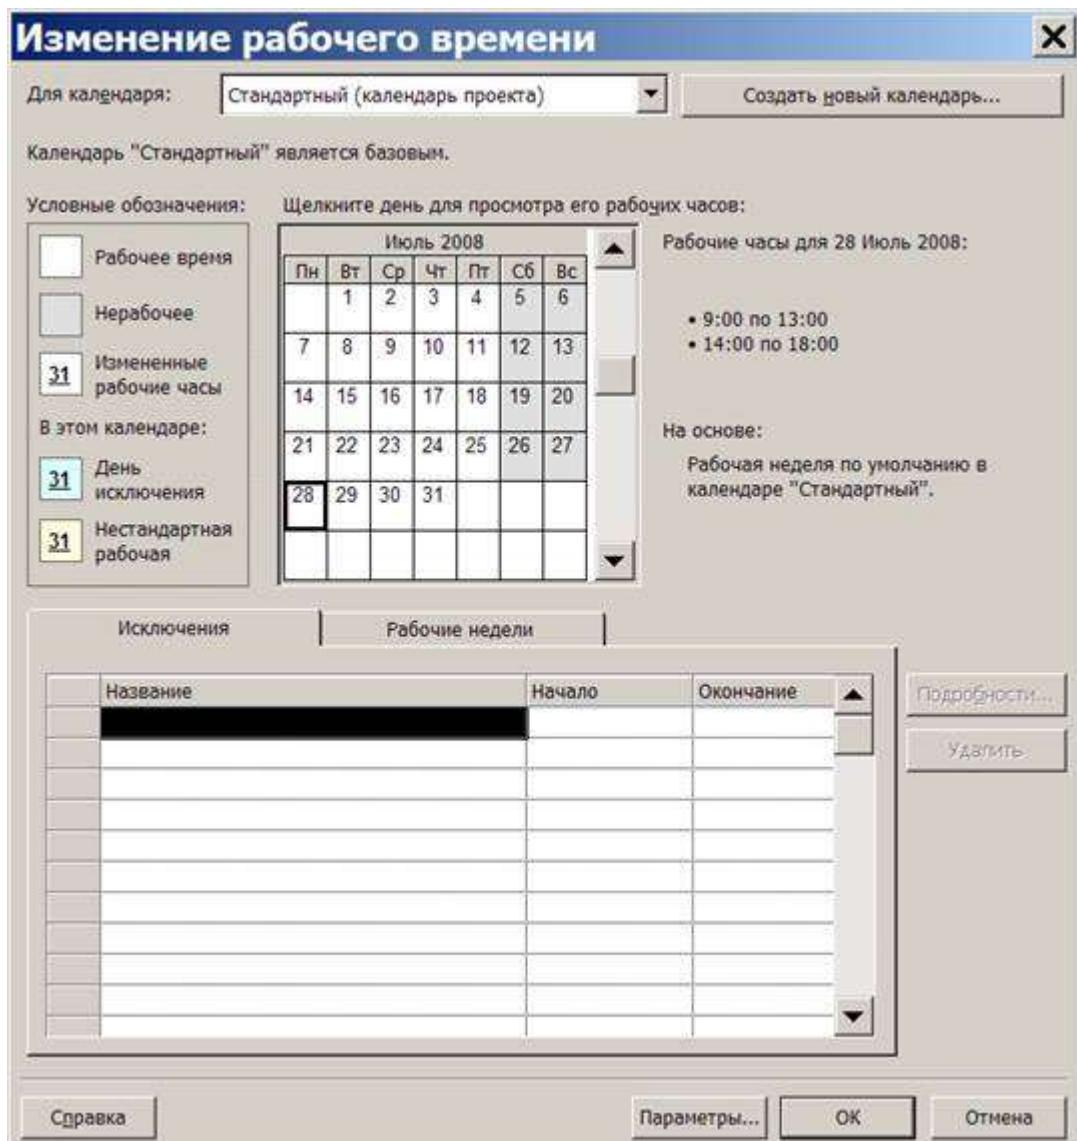

Рис. 3.3. Окно настройки календарей
Создание и редактирование базовых календарей происходит в пункте меню *Сервис/Изменить рабочее время*. Окно для работы с календарем изображено на рис. 3.3.
3. Таблица календаря. Отображает график рабочего времени выбранного календаря. Слева от таблицы в виде легенды изображены способы отображения различных фрагментов календаря: рабочее, нерабочее и измененное рабочее время, дни исключений и нестандартных рабочих недель. Справа от таблицы отображается график рабочего времени для выбранного дня таблицы (на рис. 3.3 для даты 28.07.08 рабочими часами являются промежутки 9:00–13:00 и 14:00–18:00).